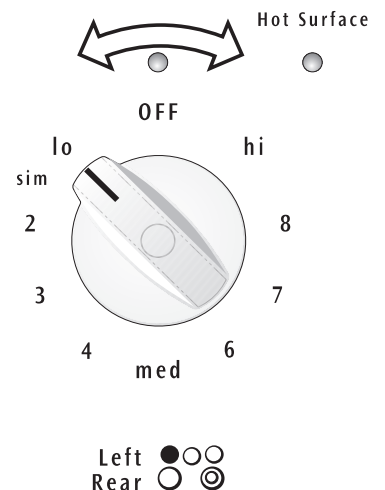

Fig. 3
- Enfoncez et tournez le bouton de commande vers la gauche ou la droite, selon le réglage désiré (reportez-vous au **Tableau des réglages suggérés pour les éléments radiants** et à la figure 3). Débutez la plupart de vos cuissons par un réglage plus élevé puis, baissez le réglage pour terminer la cuisson. Les boutons n'ont pas à être réglés à un repère particulier. Utilisez les réglages comme repère et ajustez le bouton de commande selon le besoin. Chaque élément de surface fournit une quantité de chaleur constante à chacun des réglages. Une zone de chauffe de couleur rouge brillante, dépassant du bord inférieur de l'ustensile, indique que l'ustensile est **trop petit** pour la zone en particulier.